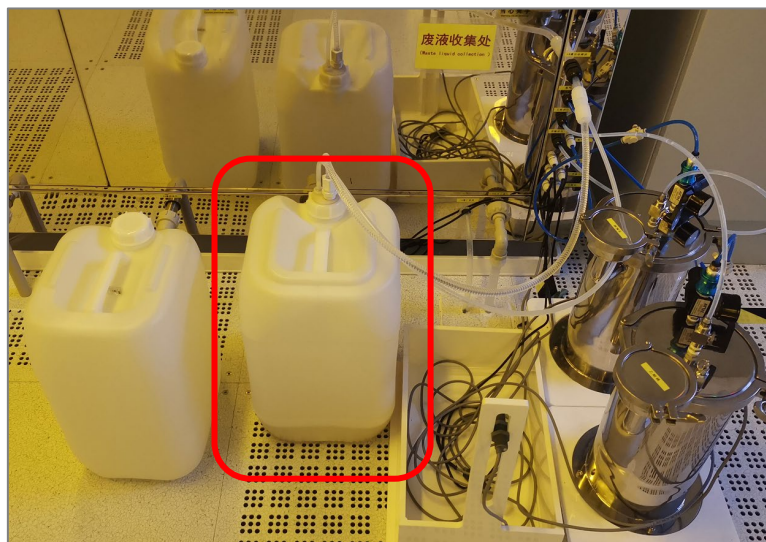

图 7 通风橱后方有机废液回收桶位置
- 11) 废液桶位于通风橱后方(如图 7), 设有废液液位报警装置, 一旦听到报警声请及时通知工程师处理。